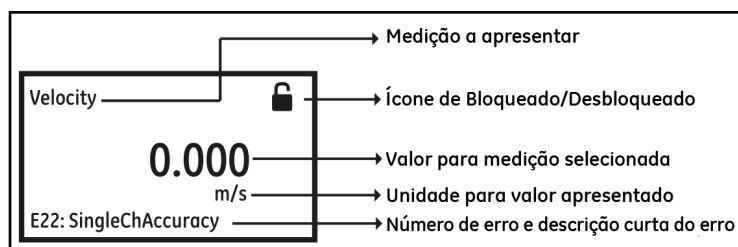

Figura 22: Vista de medições
Depois de ligado, se a *Vista de Medições* (Consultar *Figura 22*) apresentar um ícone de cadeado no canto superior direito, efetue os seguintes passos para desbloquear o modo de teclado bloqueado do medidor.
- Por fim, a *Vista de Medições* (Consultar *Figura 22*)
Este ecrã (Consultar *Figura 22*) será identificado como “*Vista de Medições*” neste capítulo. O utilizador pode optar por apresentar as medições neste vista a partir de uma lista de opções. O indicador de erro no canto inferior esquerdo do ecrã estará apagado se o medidor não apresentar erros.